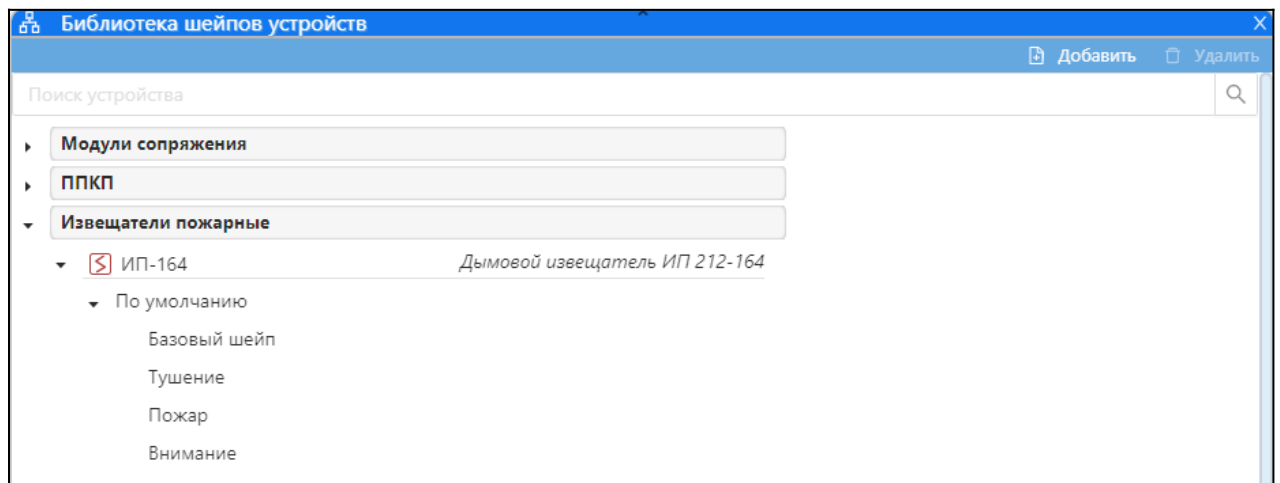

Рисунок 12.245 – Состояния по умолчанию
– «**Список устройств и их состояний**» – для открытия списка возможных состояний устройства необходимо нажать на значок **+** рядом с названием устройства, а затем на значок **+** в строке «**По умолчанию**» в соответствии с рисунком Рисунок 12.245. В списке устройств перечислены все устройства, с которыми работает ПО FireSecNT;